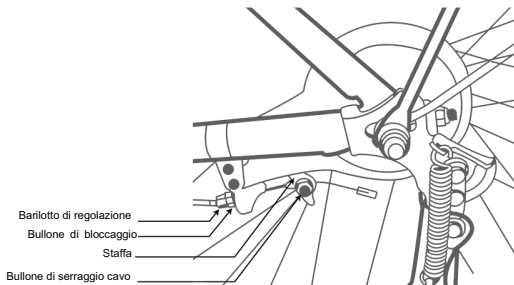

Figura 9
- Serrare saldamente il bullone di serraggio del cavo e regolare il bariotto fino ad ottenere una sufficiente forza di frenata. (Figura 9)